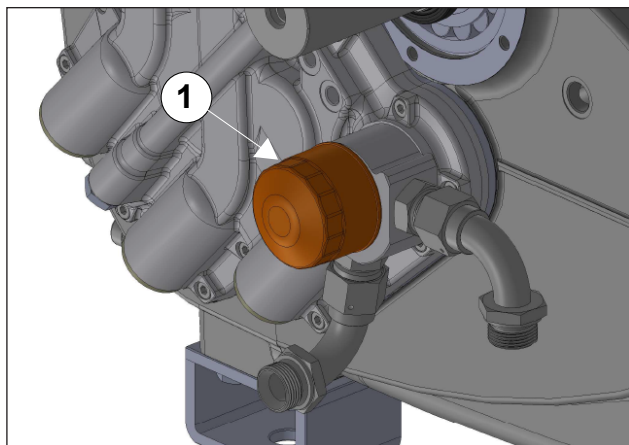

Fig. 132
Instale o cartucho do filtro de óleo, apertando-o manualmente (pos. ①, Fig. 132).